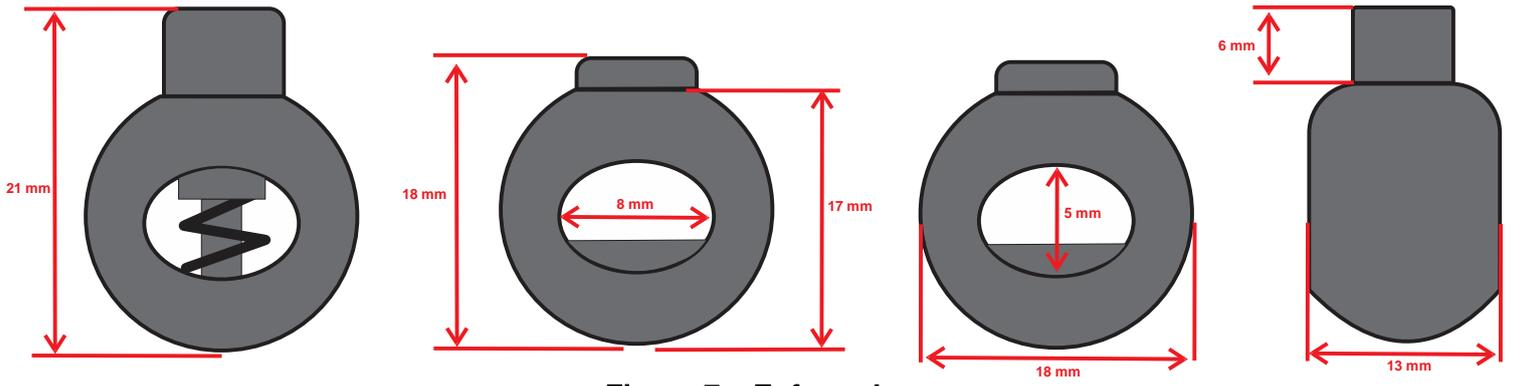

Figura 7 – Enforcador
3.5. ENFORCADOR PRODUZIDO EM MATERIAL NYLON COM MOLA TEM A FINALIDADE DE PROPORCIONAL UM FÁCIL E RÁPIDO AJUSTE DO CORDÃO NO ROSTO DO USUÁRIO. O MESMO DEVERÁ SER NA COR PREDOMINANTE DO CHAPÉU. (VIDE ANEXO A - FIGURA 7).